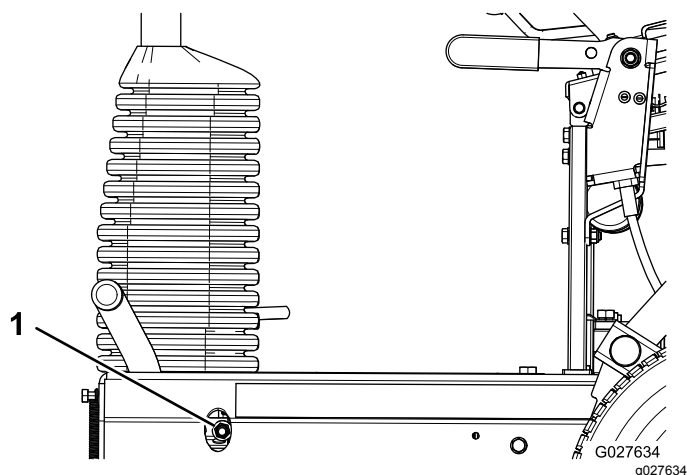

Рисунок 38
- Чтобы увеличить тормозное усилие, затяните контргайку тормоза (Рисунок 38).
- Чтобы уменьшить тормозное усилие, ослабьте контргайку тормоза (Рисунок 38).